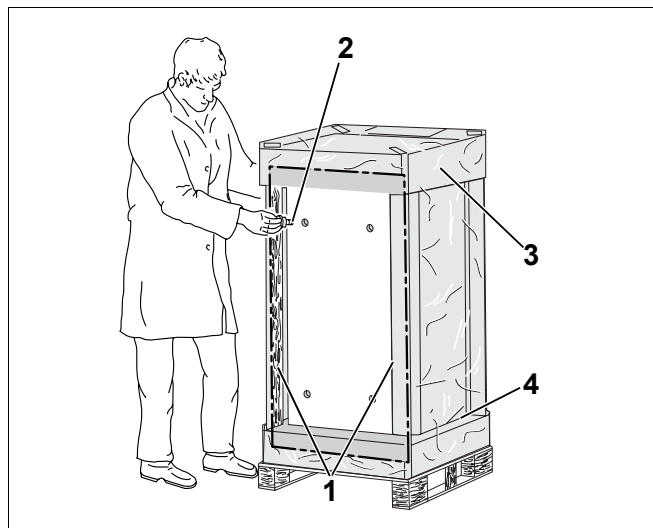

Рис. 3 Вырезать упаковочную пленку и вернуть опорные болты
- Вырезать упаковочную пленку на стороне, противоположной наклейке "Speicheroberseite" ("Верх бака") (рис. 3).
- Ввернуть 4 опорных болта, (рис. 3, **поз. 2**) входящих в поставку отопительного котла, на 15 – 25мм.
- Удалить обе деревянных угловых планки (рис. 3, **поз. 1**) на нижней стороне бака-водонагревателя.